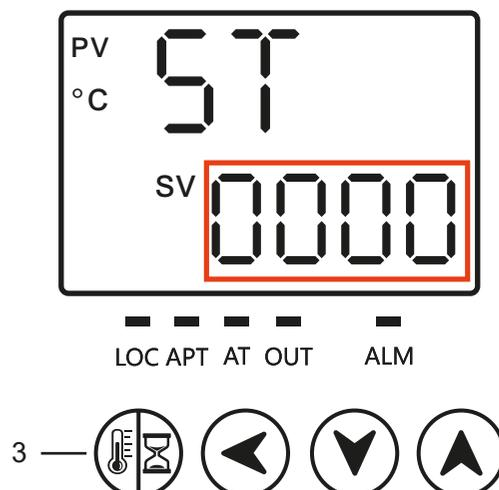

Figura 7. desactivar temporizador
Modificar con las flechas   el valor ST a 0000, así como se muestra en la figura 7. Presionar el botón  (3) dos veces para modificar el valor ST; y usando las flechas de abajo para reducir el valor de cada dígito a "0". Usar la flecha de la izquierda  para seleccionar las decenas, centenas y millares. Presionar el botón  una vez para salir del ajuste y guardar el valor automáticamente.